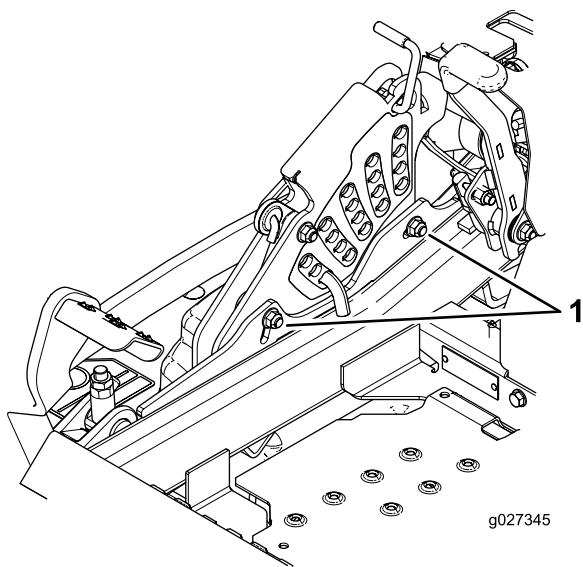

Figura 96
12. Para ajustar el sistema de ajuste de un solo punto, afloje los 2 pernos situados cerca del borde inferior de la pletina de altura de corte (Figura 96).